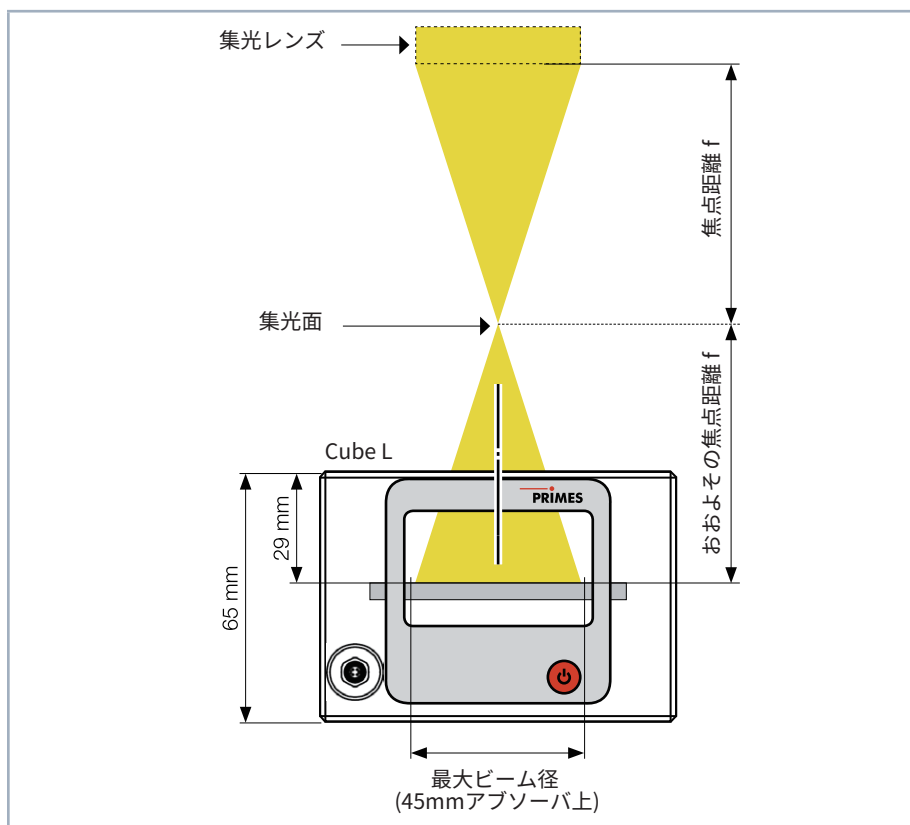

図8.1 レーザビームへのアライメント
1. デバイスをレーザ光に合わせます。(14ページ8.2章と15ページ図8.1の説明を参照。)